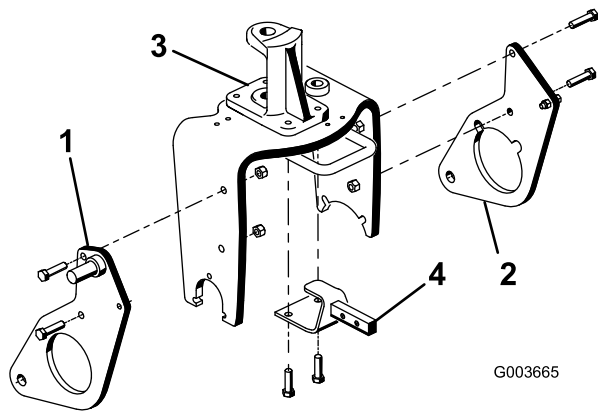

図 11
1. 図 11 に示すように、ボルト 1/2 x 2" 2本とロックナットを使って、右側プラウプレートをキャスターフォークの右側に仮止めする。
2. 左側プラウプレートでも同じ手順を繰り返す (図 11)。
4. ステアリングピボットの前部をキャスターフォークの上部に固定しているボルト2本を取り外して廃棄する (図 11)。
5. キャスターフォークとステアリングピボットの取り付け穴を使って、ヒッチフレームブラケットをボルト (1/2 x 1-3/4")2本でキャスターフォークの下側に取り付ける。図 11を参照方。